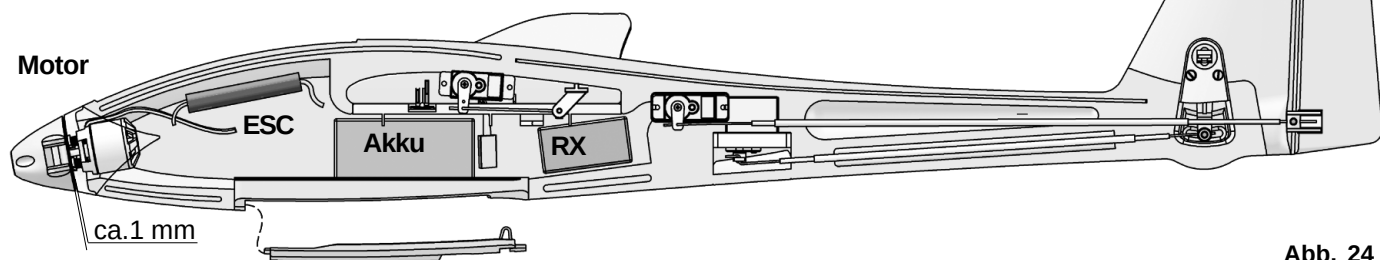

Abb. 24
7.2 Power-glider version, Fig. 24